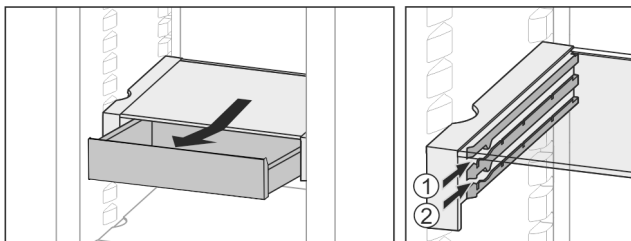

Fig. 25
- ▶ На любой высоте Fig. 25 (1) или Fig. 25 (2) вставить.